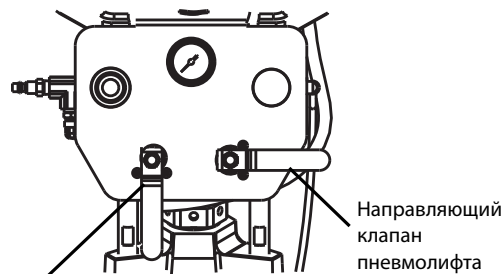

Рис. 7: Панель управления подачей воздуха L20c
3. **Для пневмоклапанов L20c:** См. раздел Рис. 7.